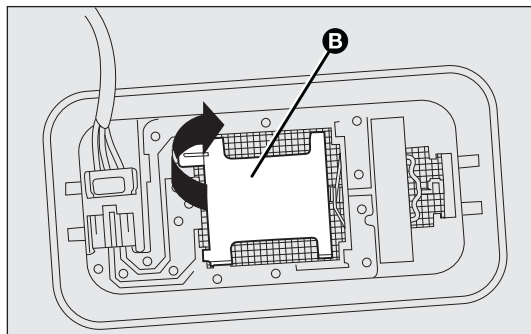

fig. 169
- ❑ abra la tapa B-fig. 169 como se indica;
- ❑ vuelva a cerrar la tapa B-fig. 169 y fije el plafón en su alojamiento asegurándose de que quede bloqueado.